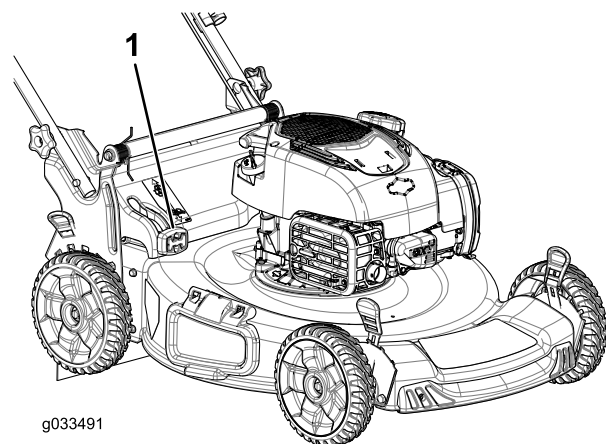

Figura 20
- **Per insaccare erba e sfalcio**, premete il pulsante sulla leva Bag-on-demand e spostatela in avanti fino a quando il pulsante sulla leva non si solleva di scatto (Figura 20).